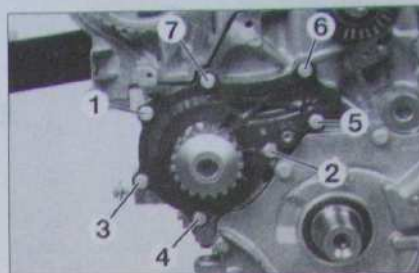

Fig. 25
- Déposer les sept vis de fixation de la pompe à eau et l'extraire (Fig. 25).
- Respecter l'ordre de serrage (Fig. 25).